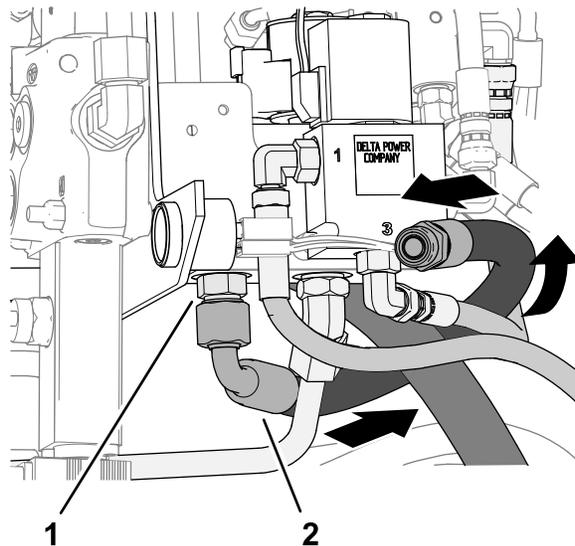

Рисунок 25
1. Подсоедините прямоугольный штуцер шланга длиной 41,9 см к прямому штуцеру в отверстии Р клапана низкого расхода (Рисунок 25).